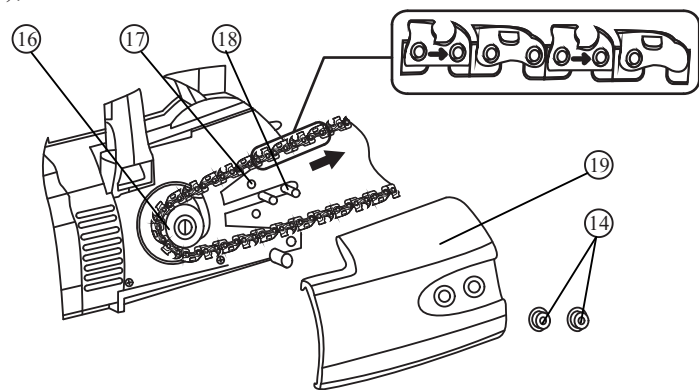

Рис. 2
4.2.1. Установите пильную цепь в следующем порядке (рис. 2):
- отверните две гайки 14 (рис. 1) и снимите крышку натяжителя 19 (рис. 2);
- наденьте на шину 2 пильную цепь 1 так, чтобы режущая кромка была направлена в сторону движения цепи (рис. 2) (в соответствии с обозначением направления движения на самой цепи);